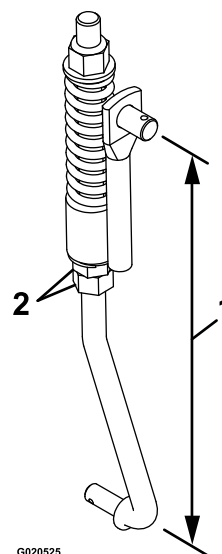

Figure 54
- Réglez la longueur de la tringlerie à l'aide des 2 écrous situés au bas de l'ensemble ressort vertical (Figure 54).